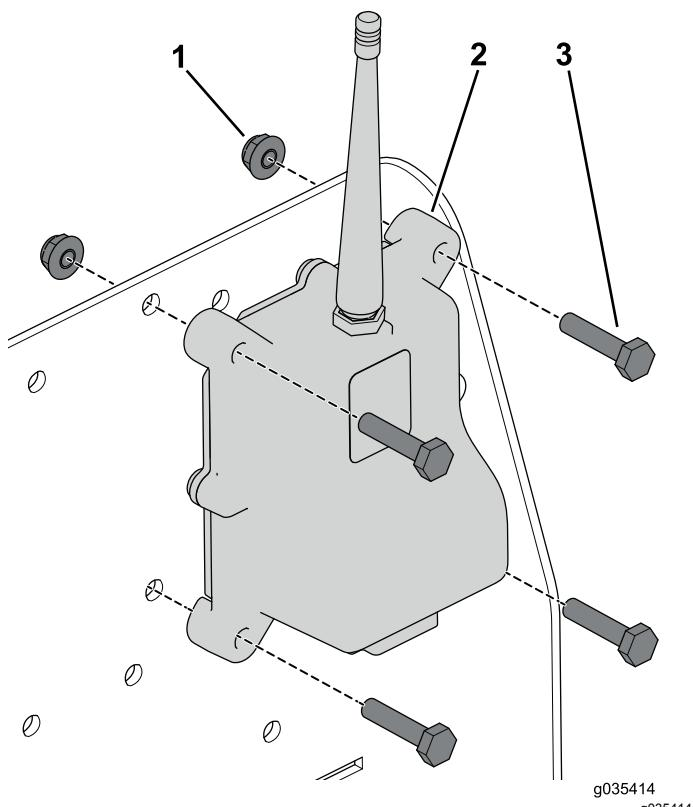

Figura 11
1. Utilize os quatro parafusos (1/4 x 3/4 pol.) e porcas flangeadas para prender o transceptor (Figura 11).